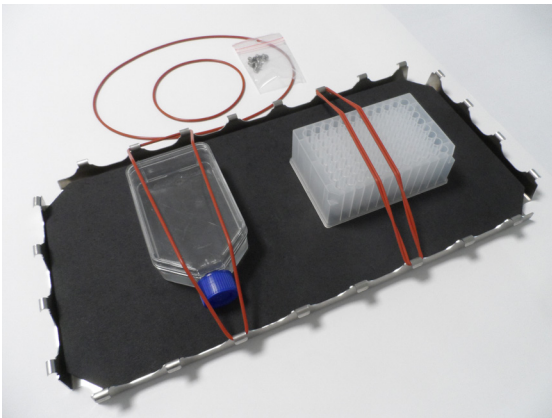

图 99：包含已安装的容器和 O 形密封圈的多功能托盘
1. 将多功能托盘 ② 放在平台上。
3. 使用多功能托盘随附的螺钉 ③ 拧紧多功能托盘。
4. 将橡胶垫 ① 放入托盘 ②。
5. 将瓶放在托盘上用随附的 O 形密封圈 ④ 固定，如图 99 所示。